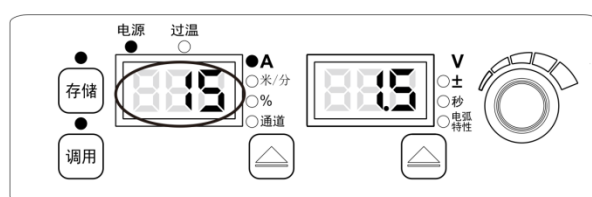

图 3-25 电流调节范围锁定界面
3. 在电流调节范围锁定界面下，根据数码管闪烁提示，如图 3-25 所示，用焊接电源面板旋钮设定好电流调节范围，默认电流调节范围锁定为±15A，按调用键确认，自动进入电压调节范围锁定界面。